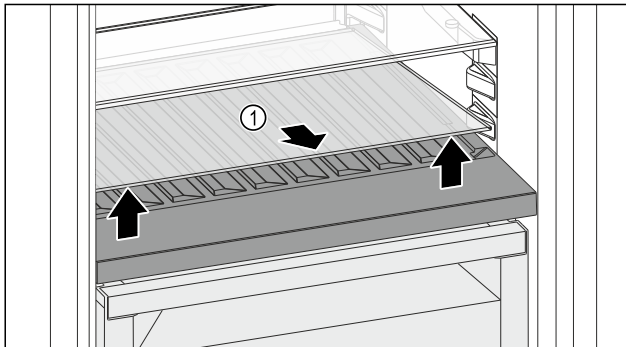

Fig. 97
- ▶ Emelje meg elől, a mélyedésnél az üveglapot Fig. 97 (1), és vegye ki.
- ▶ Biztonságosan tárolja az üveglapot Fig. 97 (1) a készüléken kívül.